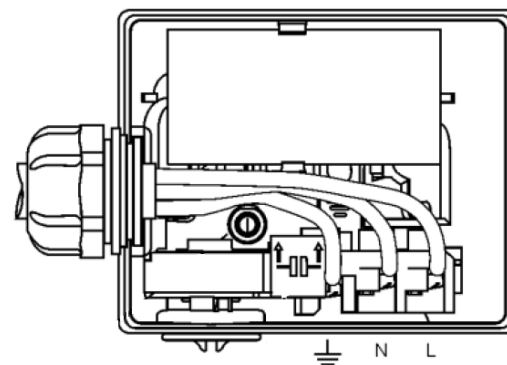

Рис. 7 Расположение клемм
3 Убедитесь в том, что ротор по-прежнему вращается свободно. Для этого отвинтите резьбовую заглушку отверстия для удаления воздуха (рис. 7) и потяните ее назад до зацепления с валом электродвигателя. Ротор должен вращаться свободно при повороте рукой.
Перед включением насоса необходимо отвинтить и вытянуть резьбовую заглушку отверстия для удаления воздуха ( рис. 7) до зацепления с валом электродвигателя. Убедитесь в возможности свободного вращения вала, а также в том, что при запуске циркуляционного насоса вращается резьбовая заглушка отверстия для удаления воздуха. Снова завинтите резьбовую заглушку отверстия для удаления воздуха.
2. Если требуемая производительность насоса неизвестна, сначала установите минимальную производительность насоса. Если радиаторы отопления остаются холодными, или если ( указанная производителем котла) разность температур на входе и на выходе котла не достигается, увеличьте объемный расход, переключив частоту вращения (см. рис. 7). **ВНИМАНИЕ!** Установка слишком высокой частоты вращения может привести к слишком высокому объемному расходу или подосу воздуха.